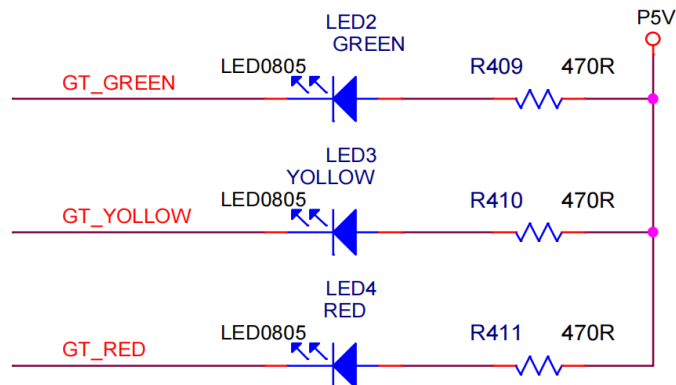

图 2-15 三色 LED 原理图
(6) 三色 LED： 可编程控制的红、黄、绿信号指示灯，用于显示系统状态或作为视觉输出。其原理图如图 2-15：